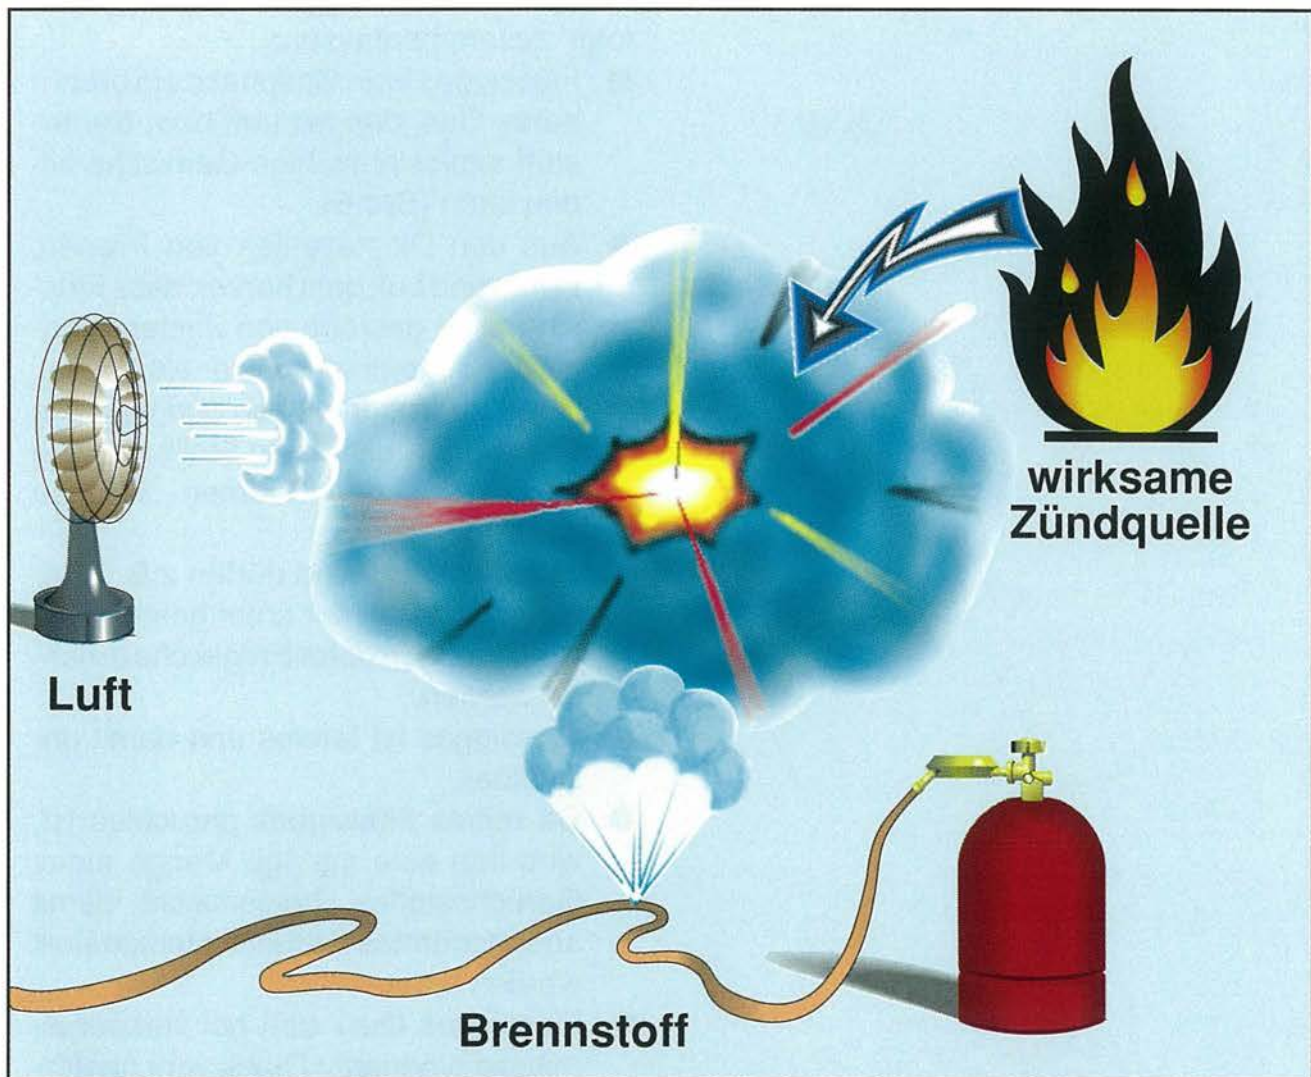

Bild 6: Voraussetzungen für das Zustandekommen von Flüssiggasexplosionen
- Flüssiggas ist in Gasphase ein brennbares Gas, das mit Luft bzw. Sauerstoff explosionsfähige Gemische bilden kann (Bild 6).